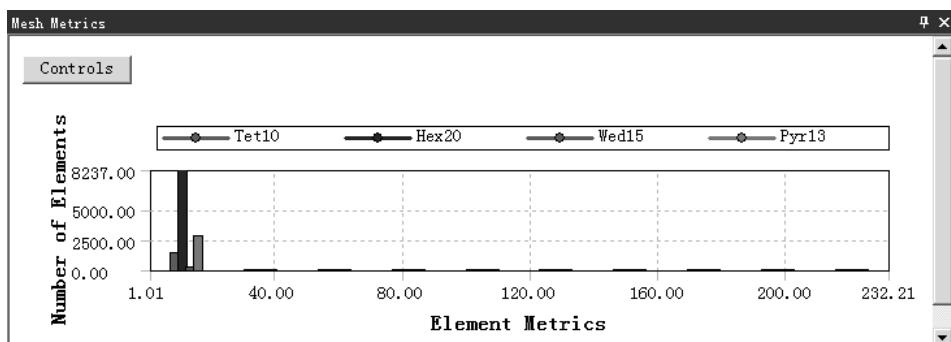

图 5.4.8 检查结果统计图表 (二)
- ◆ 纵横比 (Aspect Ratio)。选择此选项后，此时在信息栏中打开图 5.4.8 所示的检查结果统计图表 (二)。